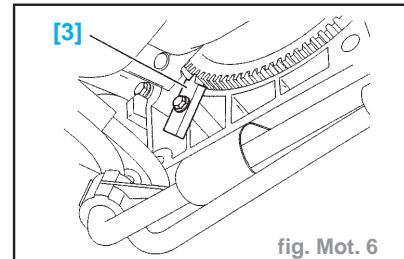

fig. Mot. 6
- Déposer la plaque de fermeture (16).
- Mettre en place l'outil [3] (-.0188-F) (fig. Mot. 6).